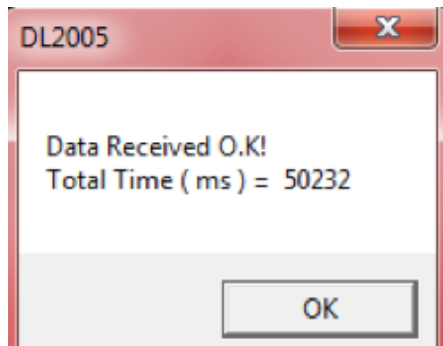

Figure 3
8. Si le processus réussit, la boîte de confirmation s'affichera (voir la Figure 3).